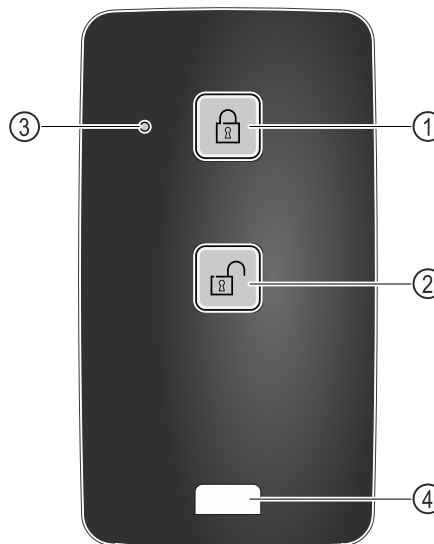

Fig. 245
- (1) Zablokování zámku
- (2) Odblokování zámku
- (3) Stavová LED
- (4) Upevňovací očko
- Na dálkovém ovládání stiskněte tlačítko Fig. 245 (1).
- Na dálkovém ovládání stiskněte tlačítko Fig. 245 (2).
- Stavová LED Fig. 245 (3) vydá při stisknutí tlačítka optickou zpětnou vazbu.
- Očko Fig. 245 (4) k upevnění dálkového ovládání, např. na svazek klíčů.